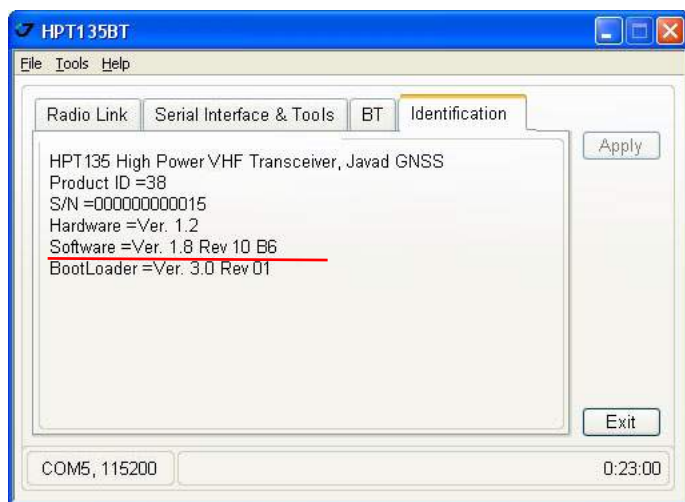

Рисунок 2-7. Identification
3. Откройте закладку *Identification* (Рис. 2-7).